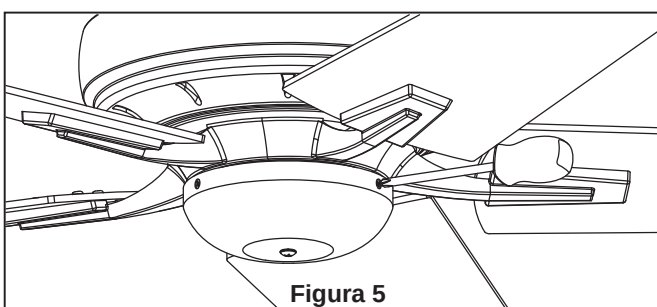

Figura 5
- ☐ 5. Asamble de la caja del interruptor en el adaptador montado con tres tornillos. (Figura 5)